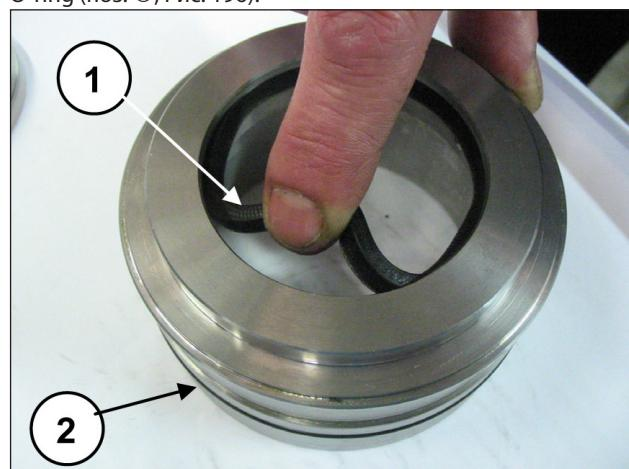

Рис. 196
Вставьте уплотнение низкого давления в опору уплотнений КС (поз. ①, Рис. 196) уплотнительной кромкой вперед (по направлению к торцу) и уплотнительное кольцо O-ring (поз. ②, Рис. 196).